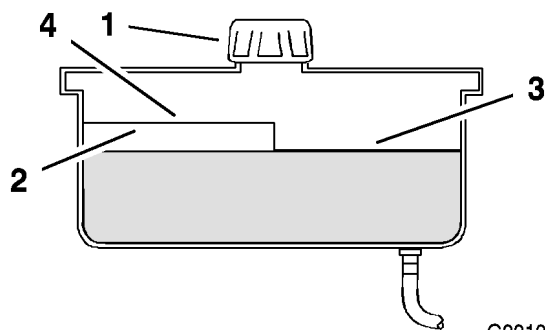

Figura 62
2. Pulite attorno al collo del bocchettone del serbatoio idraulico (Figura 62).
3. Togliete il tappo dal collo del bocchettone. Guardate all'interno per controllare se il serbatoio contiene del fluido (Figura 62).
- Nota:** Il fluido caldo deve raggiungere la parte superiore del segno di livello 'caldo' del deflettore (Figura 62).